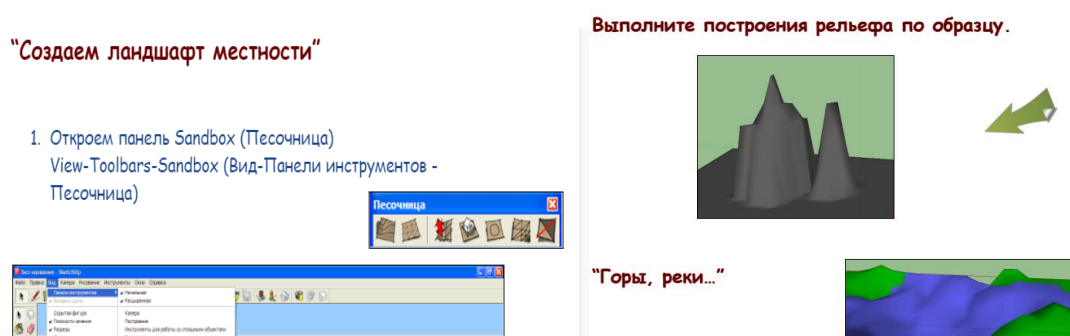

Рисунок 3.5. Содержимое курса “Мир 3D: SketchUp”
- Мир 3D: SketchUp - сайт для начинающих свое изучение среды SketchUp с подробным описанием инструментов среды и дополнительными заданиями по проектированию. Курс включает в себя ряд обучающих видео и практических материалов в текстовом формате и включает в себя следующие модули (Рисунок 3.5):